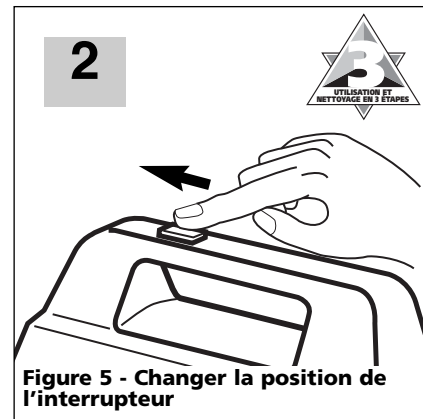

Figure 5 - Changer la position de l'interrupteur
1. Mettez l'interrupteur à 'Haut' (voir la figure 5). **Il devrait falloir 1 à 2 minutes pour voir la peinture couler dans le boyau jusqu'à l'enveloppe du rouleau.** (NOTE : Si la peinture ne coule pas dans ces